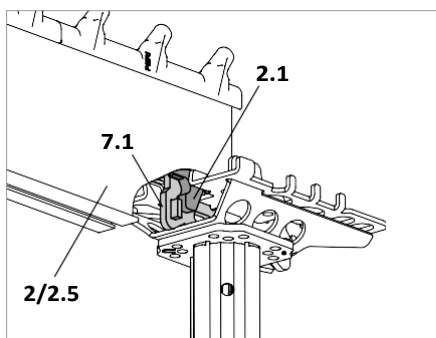
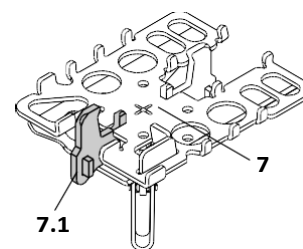

Fig. A5.10
Fig. A5.11
Комбинираната глава (7) (Fig. A5.11) е сигурна, неподвижна и неусукваща се опора за:
- Надлъжен трегер SLT 225 (2).
- SLT 150 (2.5). (Fig. A5.10)
Надлъжният трегер SLT трябва да се монтира по средата на опорната планка на SKYDECK главите. Свързката на надлъжния трегер (2.1) обхваща опорната планка (7.1) на главата. (Fig. A5.10)